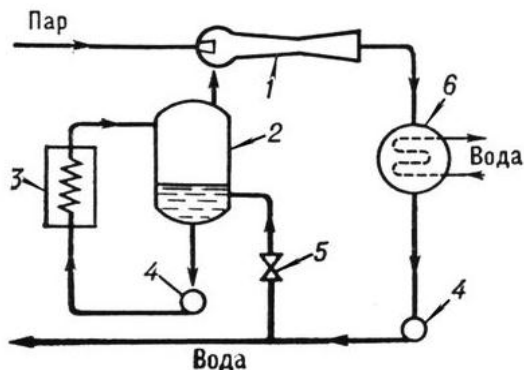

Рисунок 2 – Схема эжекторной холодильной машины
Пароэжекторные водяные холодильные машины (ПЭХМ) относятся к основным типам холодильных теплоиспользующих машин. Пароэжекторный холодильник состоит из эжектора, испарителя, конденсатора, насоса и ТРВ (рисунок 2). Хладагентом служит вода, в качестве источника энергии используется пар давлением, который поступает в сопло эжектора, где расширяется. В результате в эжекторе (1) и, как следствие, в испарителе (2) машины создаётся пониженное давление, которому соответствует температура кипения воды несколько выше 0°C . В испарителе за счёт частичного